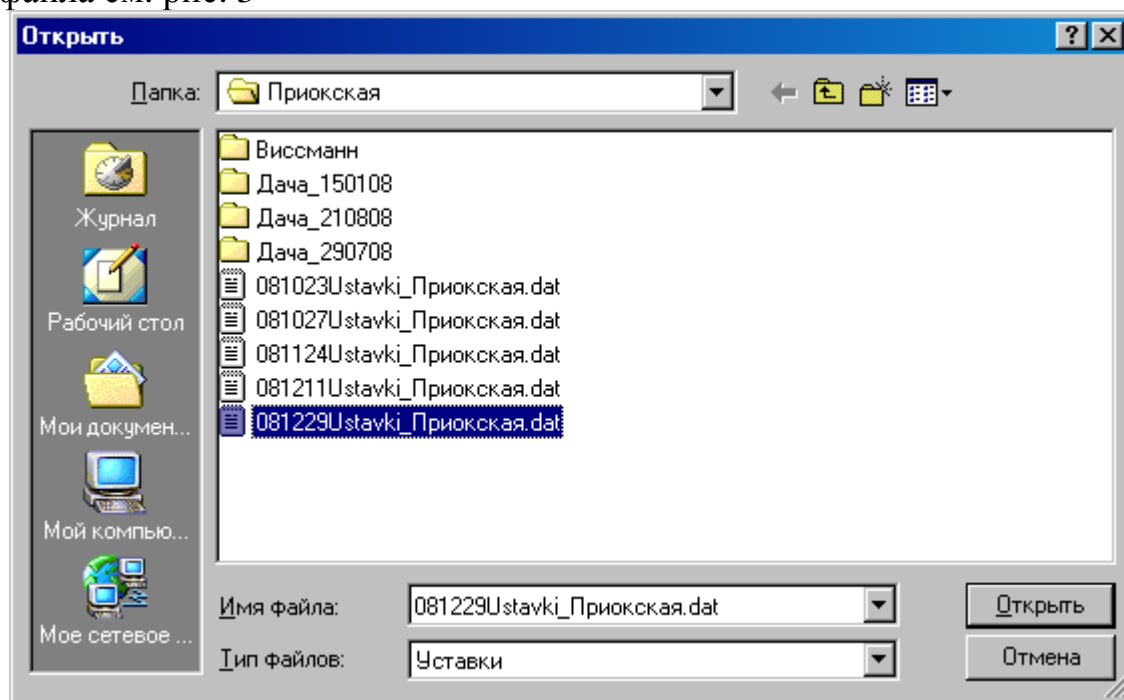

рис. 3
- 2.4 Кнопка **«Загрузить из файла»**. Данная кнопка предназначена для загрузки ранее сохранённых значений аварийных уставок из файла в таблицу. После нажатия этой кнопки отобразится стандартное диалоговое окно сохранения файла см. рис. 3